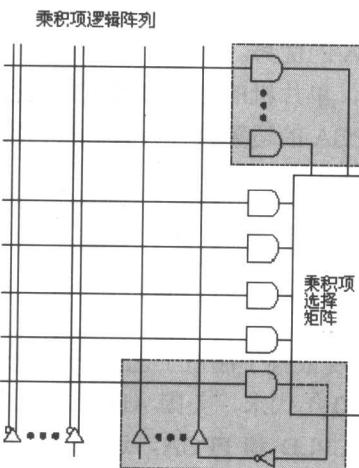
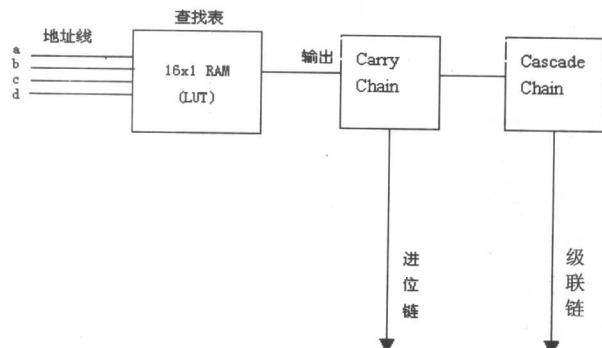

图 1-1 基于乘积项结构的 CPLD
图 1-2 基于查找表结构的 FPGA
(1) 与 FPGA 相比, CPLD 的逻辑单元较大、容量较小、时序确定、延时可预测。
(2) CPLD 时间上安排胜于 FPGA。CPLD 基于一些可编程化行列逻辑 PAL/PLA 或乘积项。典型的 FPGA 则是一个以 SRAM (静态随机存储器) 为基础, 由逻辑单元组成的装置, 它包含的寄存器为逻辑表达式提供了查找表。所以 FPGA 时间上取决于查找表路由, 但这样 FPGA 比 CPLD 有更多寄存器, 有更多逻辑, 如图 1-1 和图 1-2 所示。
(3) CPLD 的容量一般比较小, 比较适合做一些容量不大, 组合逻辑比较复杂, 但是寄存器用得比较少的设计, 如地址译码、总线接口逻辑、上电复位逻辑等; 而 FPGA 的容量比较大, 包含大量的逻辑单元、内嵌存储器, 以及一些其他的高级特性, 如锁相环、LVDS 等, 适合一些比较复杂的时序逻辑的应用之中, 比如, 嵌入式 CPU、数据处理等, 它现场可编程, 还可以配合单片机或 DSP (数字信号处理器) 工作。
(4) CPLD 内部连接方式采用连续性内部连接 (Continuous Interconnect), 连续性内部连接方式的连接延时较固定, 但受连接路径影响。FPGA 则采用片段连接 (Segment Interconnect), 而片段连接方式其绕线资源较能充分运用。
(5) FPGA 提供比 CPLD 器件足够大的有效逻辑容量密度, 不仅大大减少印刷电路板的空间, 大大降低系统功耗, 同时大大提高了系统设计的工艺可实现性和产品的可取性。